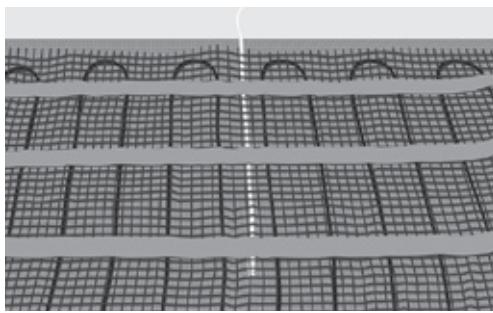

Рис. 7. Размещение кабелепровода или датчика между кабелями
11. Установите и закрепите кабелепровод (или напольный датчик, если кабелепровод не устанавливается). Разместите кабелепровод или датчик между двумя нагревательными кабелями (рис. 7).